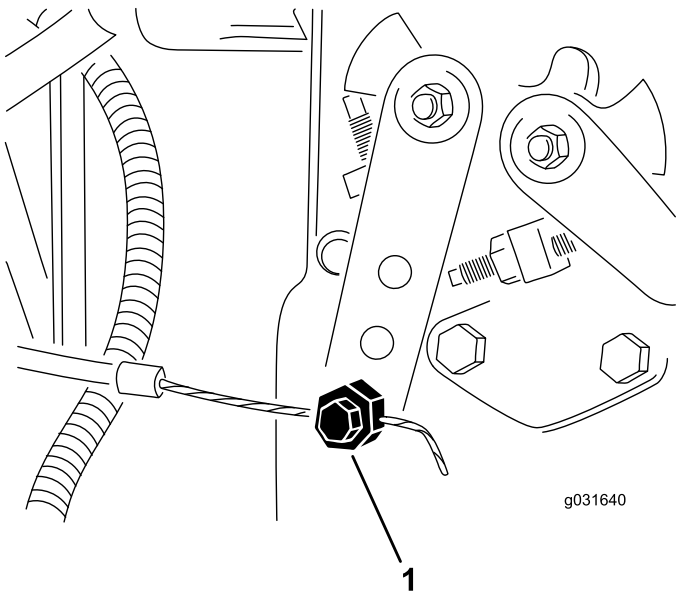

Figura 62
2. Afloje el conector del cable del acelerador en la palanca de la bomba de inyección (Figura 62).